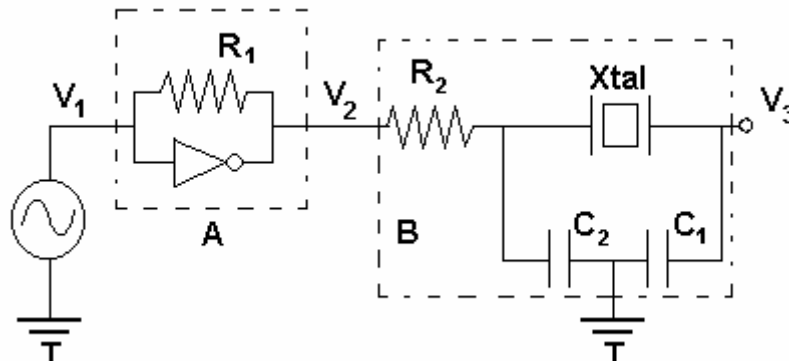

Figura 10 Oscilador digital en lazo abierto
oscilará a aquella frecuencia (o frecuencias) para la cual no existe desfase entre V_3 y V_1 (2) y además $V_3 \geq V_1$ (1)² utilizando el montaje de la **Figura 10**.